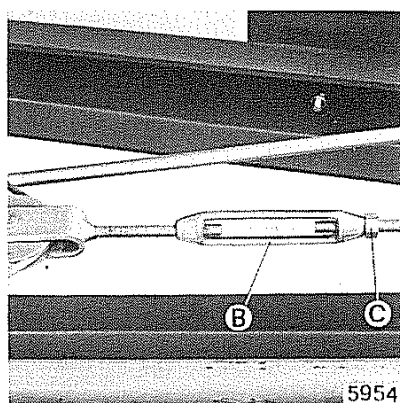

Fig. 16 - Registrazione freno di soccorso e stazionamento (rimorchio)
- Allentare il dado **C** (fig. 16).